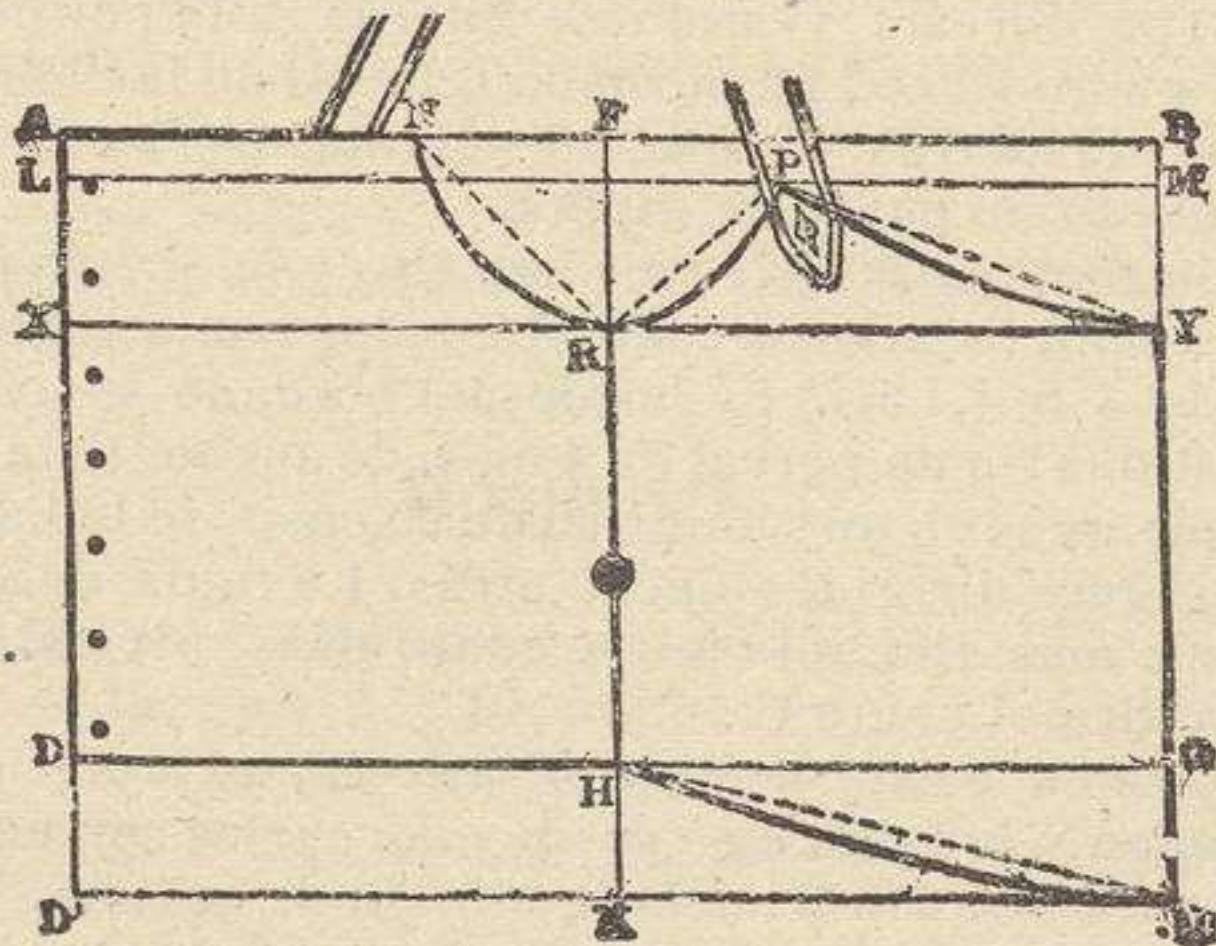

Fig. 140 ( $\frac{1}{5}$  del tamaño real). — Corsé para niño.
**Rectángulo A B C' D'.** — Se traza un rectángulo A B C' D' (fig. 140), que tenga 18 cms. de alto y 26 de ancho. Desde el punto D', en dirección hacia A, se suben 3 cms. y se señala un punto. Se traza la línea D C, paralela á D' C'.